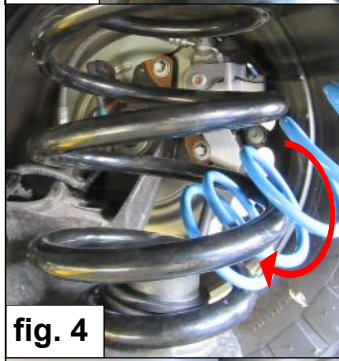

fig. 4
4. Breng de hulpveer C met een kantel beweging in de hoofdveer. Zie fig. 4 & 5.
4. Tilt the auxiliary spring C into the main spring. (See fig. 4 & 5).
4. Drehen Sie der Hilfsfeder C mit einer kipp Bewegung in der originale Hauptfeder. (Siehe Abbildung 4 & 5).
4. Breng de hulpveer C met een kantel beweging in de hoofdveer. (Zie fig. 4 & 5).